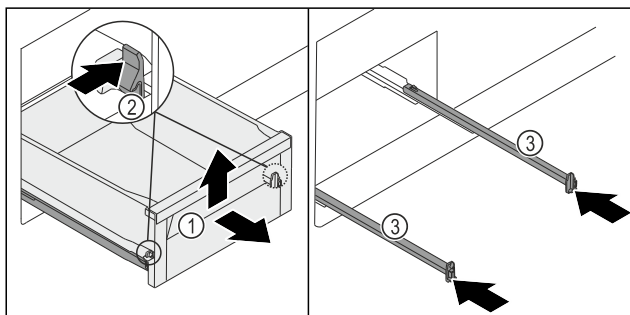

Fig. 134
- Изтеглете чекмеджето Fig. 134 (1) докрай.
- Натиснете скобата Fig. 134 (2) отляво и отдясно едновременно навътре.
- Чекмеджето Fig. 134 (1) се освобождава от релсите.
- Повдигнете нагоре чекмеджето Fig. 134 (1) отпред.
- Извадете чекмеджето Fig. 134 (1) напред.
- Вкарайте релсите Fig. 134 (3).